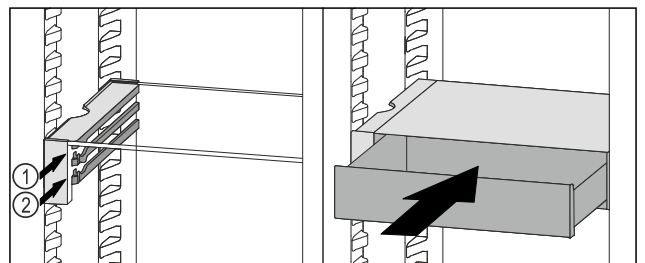

Fig. 86
- ▶ Zásuvku VarioSafe nasadte za zarážkami na požadovanom rebre Fig. 86 (1) alebo Fig. 86 (2).